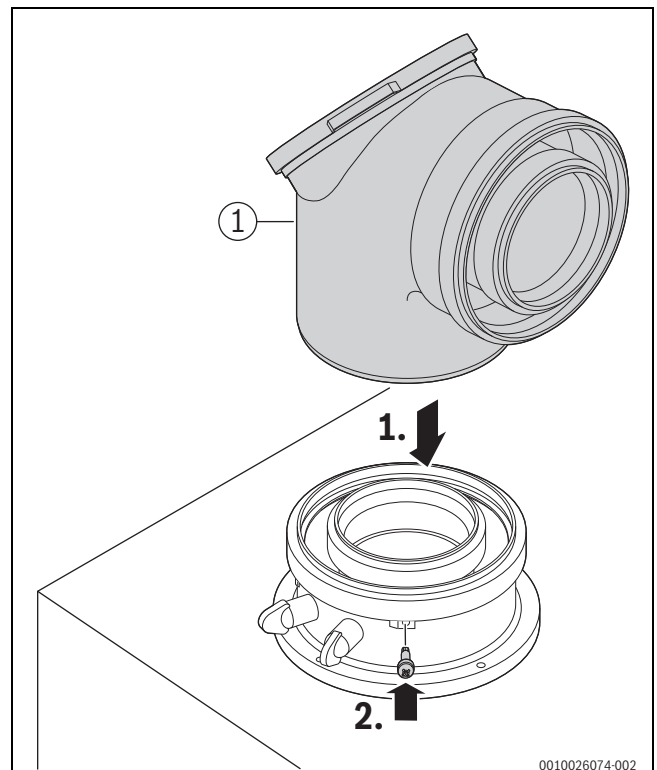

Bild 77 Abgaszubehör einsetzen und mit Schraube sichern
- ▶ Abgaszubehör anschließen (→ Bild 77, [1]). Dabei die Installationsanleitung des Abgaszubehörs beachten.